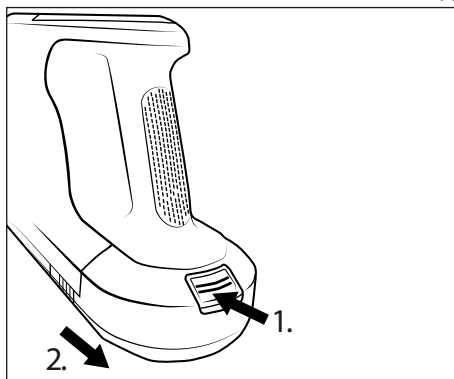

Fig. 13
- ◆ Per rimuovere la batteria ❷ dall'apparecchio, tenere premuto il tasto di sblocco batteria ❶ e sfilare la batteria ❷ dall'apparecchio (vedere fig. 13).